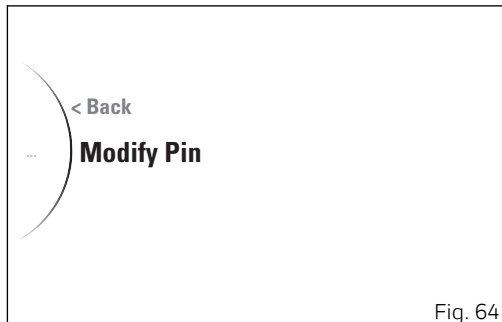

Fig. 64
- Sélectionner l'option « Modify Pin » (Fig. 64) et appuyer sur le bouton ENTER.